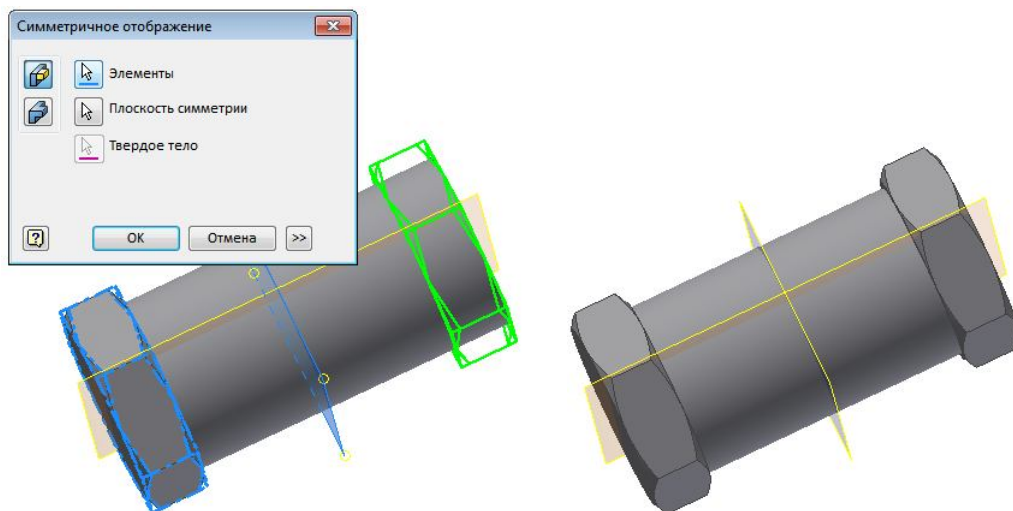

Рис. 1.14.
10. Выберите в качестве плоскости симметрии плоскость XZ, как показано на рисунке и нажмите «ОК» (рис. 1.14).